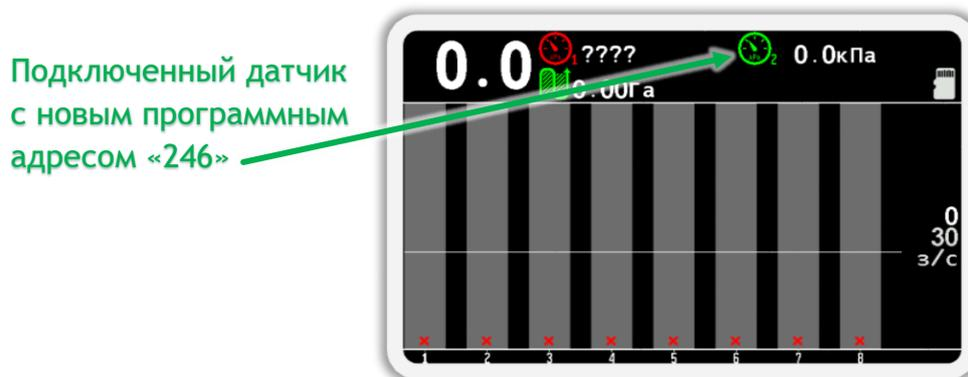

Рисунок 60
- Убедитесь, что адрес датчика изменился на требуемый. Для этого физически отключите и подключите датчик к жгуту связи. После этого вернитесь на главный экран (см. Рисунок 60). Для этого сначала выйдите из меню «Сервис», а затем закройте меню главного экрана. (используйте кнопку  «Назад»).